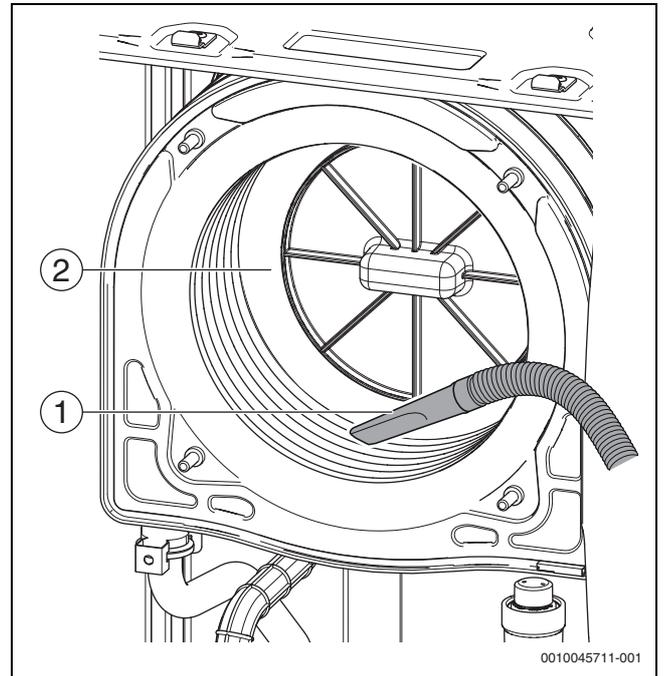

Fig. 43 Proceso de aspiración
- ▶ Retirar lo restos con una aspiradora (→fig. 43, pág. 37).